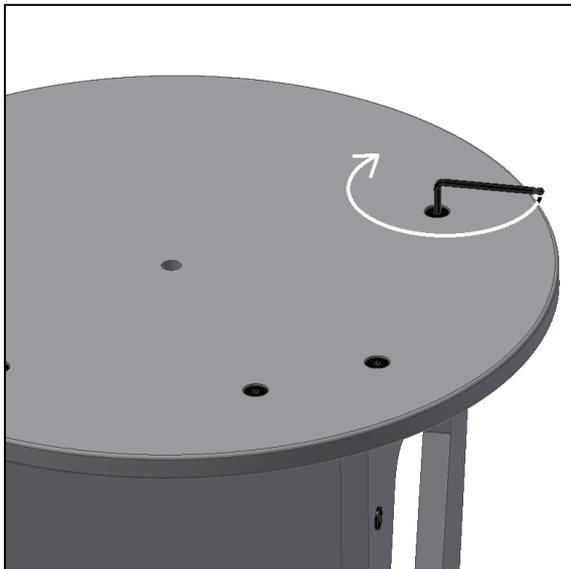

Figura 4. Ajuste las piezas utilizando la llave Allen suministrada.
**2. Primeros pasos.** El telescopio se envía con dos cajas marcadas con OTA 1/2 y Base 2/2, las cuales contienen el tubo óptico y el soporte Dobson, respectivamente. En primer lugar, abra la caja plana pequeña, que debería estar indicada como Base 2/2. Retire las protecciones de madera, las herramientas y los accesorios y colóquelos en una superficie suave y lisa (recomendamos el suelo de parqué para evitar que se rayen). **3. Montaje.** En primer lugar, junte los paneles laterales y los frontales. Utilice la llave Allen suministrada y los pernos planos de cabeza puntiaguda #11, tal y como se muestra en la fig. 2. Asegúrese de que las dos aperturas del soporte del ocular del panel frontal miran hacia afuera (fig. 1). Esto es importante porque permitiría fijar el soporte del ocular (no incluido) en esas dos aberturas. Comience con uno de los paneles laterales y después siga con el siguiente. Asegúrese de que el panel frontal está dirigido hacia arriba, tal y como se indica en la fig. 1. A continuación, coloque el soporte superior como se muestra en la fig. 3. Necesitará otros seis pernos de cabeza plana como los utilizados previamente. Para cada apertura hay un hueco en el disco del soporte superior en el cual encajan los pernos de cabeza plana. Asegúrese de colocar la superficie con este hueco orientado hacia el exterior. Utilice la llave Allen suministrada (figura 4). Llegados a este punto, todos los paneles y el disco del soporte superior deberían estar bien apretados. A continuación, monte el disco del soporte inferior según lo indicado en la fig. 6. Utilice el perno, las tuercas y la arandela suministrados junto con la vara central para realizar el montaje (fig. 7). Es muy importante llevar a cabo la colocación correctamente. Comience insertando el tubo de aluminio (vara – pieza 4, fig. 7) – el texto continúa en la página 5.